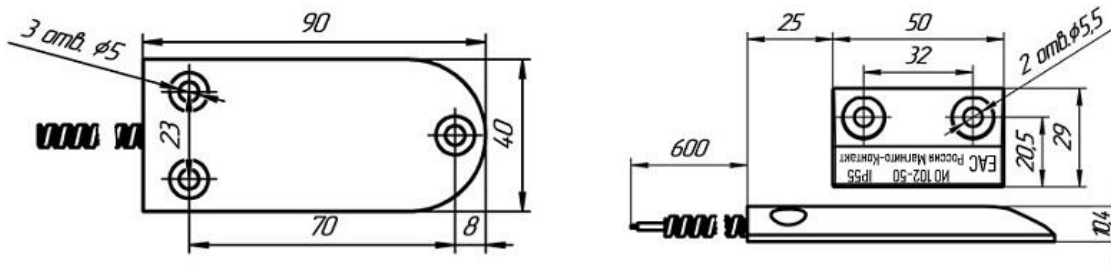
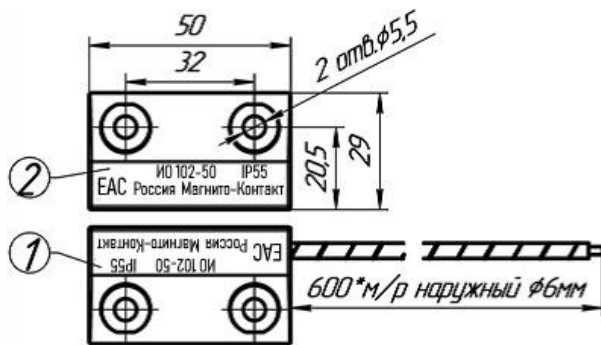

Рис.1
Рис.2
1.13 Расположение и диаметр крепежных отверстий ИО102-50 приведены на рис.1 и рис.2.